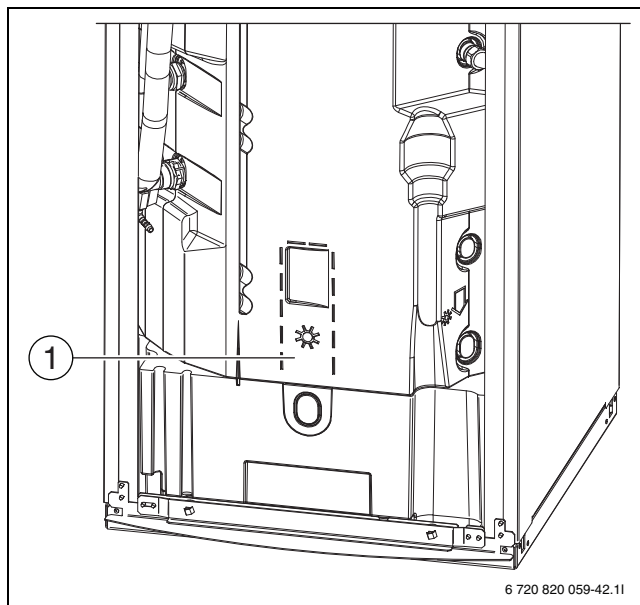

Bild 20 Anordnung von Temperaturfühler TW1 und ggf. TS2
- Dämmung am Solarsymbol (→ Abb. 20, [1]) aufschneiden. Darauf achten, dass das Kabel von Temperaturfühler TW1 nicht beschädigt wird!